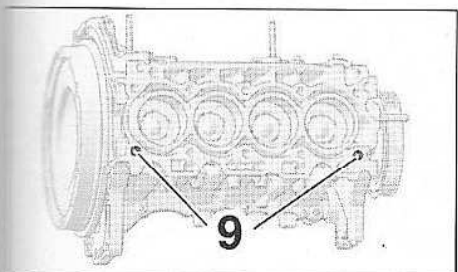

FIG.99
- Vérifier la présence des deux douilles de centrage sur le bloc-cylindres (Fig.99).